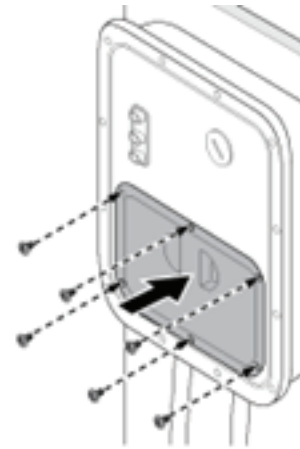

Figure 4-7.
10. Voir Figure 4-7. Remplacez le capot du compartiment et serrez à un couple de 1,0 N·m.